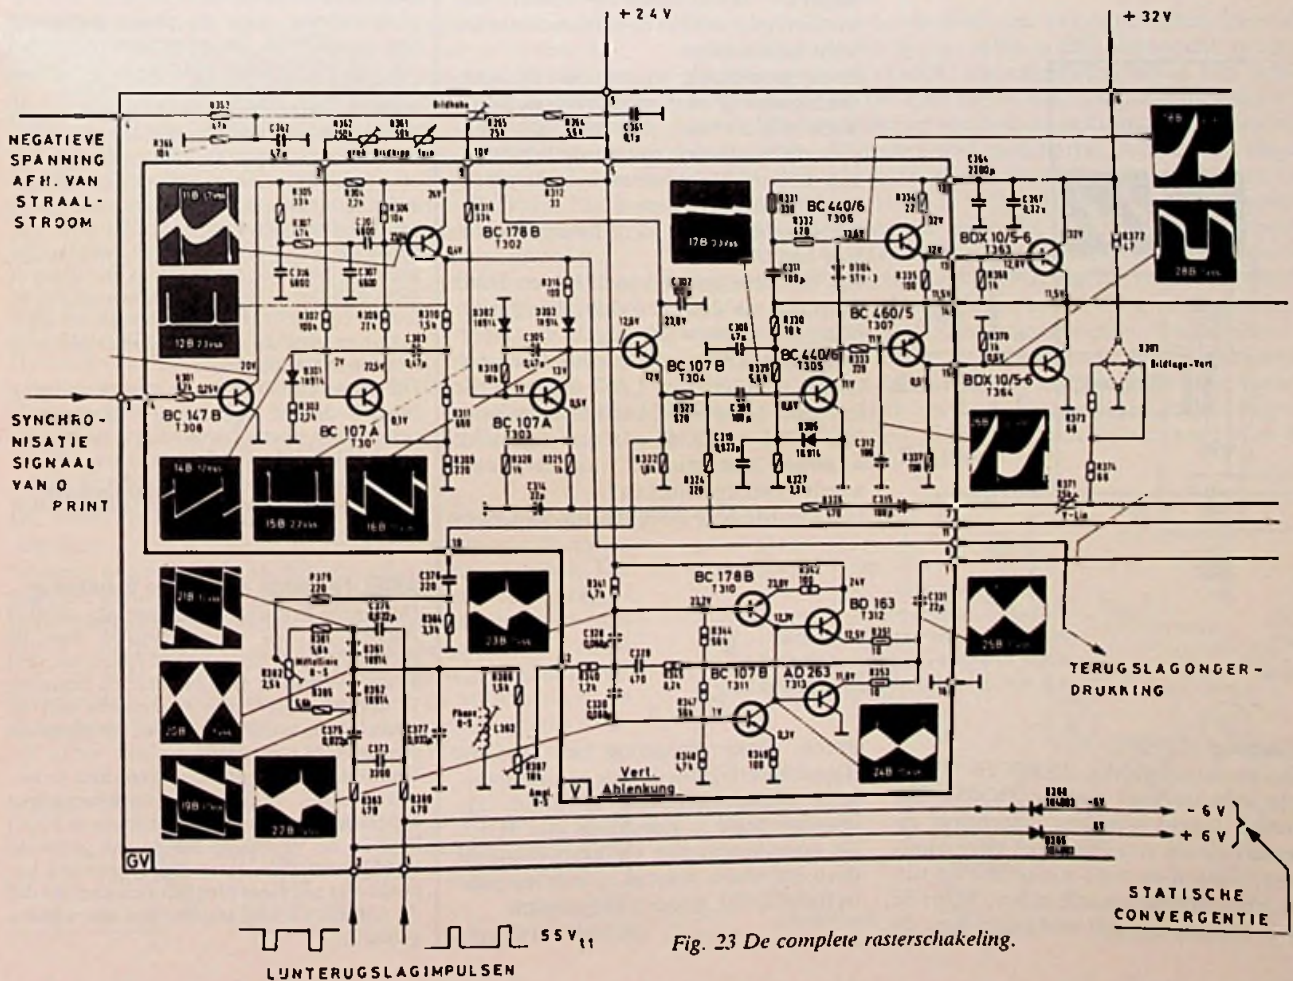

Fig. 23 De complete rasterschakeling.
In fig. 22 is het blokschema van de rasterschakeling afgebeeld. De breedte van de impulsen, waarmee de Miller-integrator wordt gestuurd, komt overeen met de benodigde rasterterugslagimpulsen. Aan de hand van fig. 23 zal deze schakeling worden toegelicht; de printuitvoering geeft afb. 24.
**Miller-integrator** (fig. 23).
**Stuurtrap (fig. 23).**
**Eindtrap (fig. 23).**
**Noord-zuid kussencorrectie (fig. 23).**